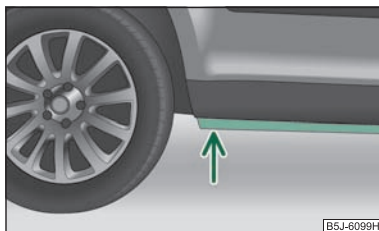

Fig. 132 Traversarea apelor
- Înainte de traversarea zonei inundate, stabiliți adâncimea apei. Apa trebuie să ajungă maxim până la puntea lonjeronului inferior al autovehiculului ⇒ fig. 132.